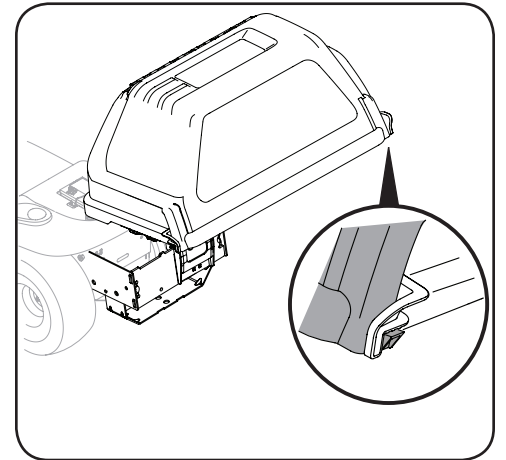

Figura 4-13
6. Gire la cubierta de la embolsadora superior hacia abajo para cerrar el accesorio, oprimiendo las lengüetas posteriores del lado derecho y del lado izquierdo y trábelas en su lugar debajo de las muescas de cada lado. Compruebe que encajen perfectamente. Consulte la Figura 4-13.